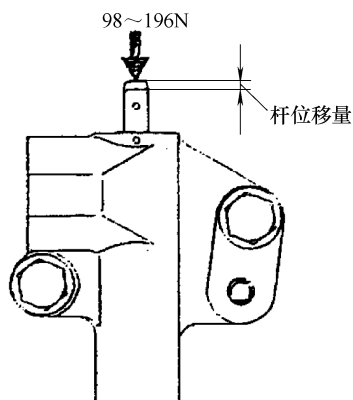

图 4-49 检查杆的位移量
5) 如果杆位移量比在第 3) 项中测量的数值小 1mm 以上, 应更换自动张紧器, 如图 4-49 所示。